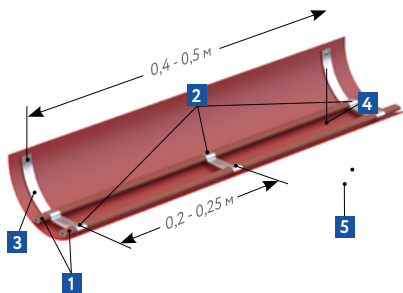

Рис. 7. Типовой узел крепления нагревательных секций в подвесных лотках
3. Закрепить полосу к лотку заклепкой, используя для этого заклепочник (нагревательный кабель должен лежать на дне лотка). См. рис. 7.